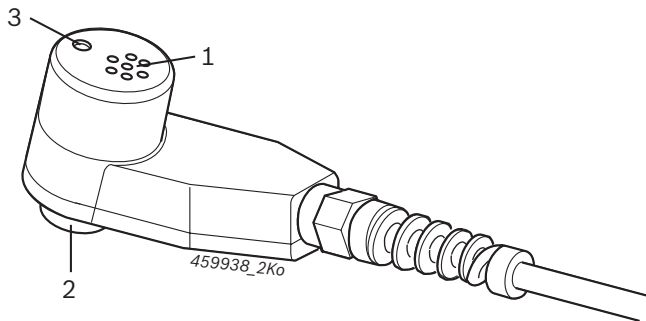

Fig. 2: Kombigivare
! Vid BEA 030, BEA 055, BEA 060 eller BEA 065 kan en förbindning till BEA 040 bara skapas via förbindningskabeln 1 684 463 810 (specialtillbehör). I detta fall försörjs BEA 040 via förbindningskabeln 1 684 463 810 genom BEA 030, BEA 055, BEA 060 eller BEA 065, och nätdelen (fig. 2, pos. 4) **får inte** anslutas.